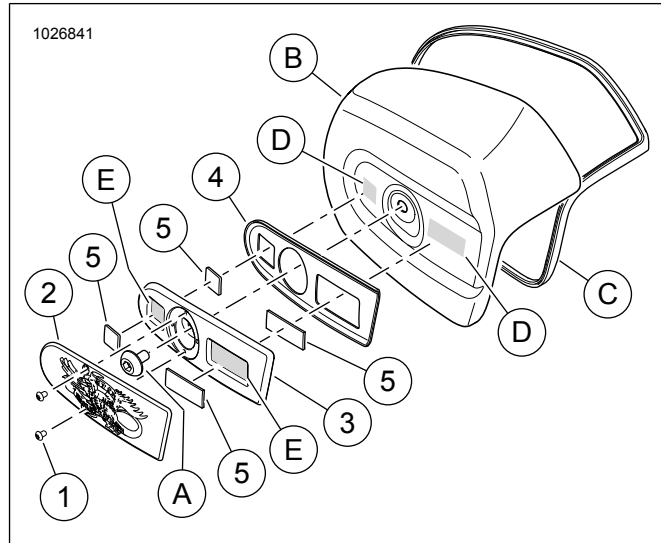
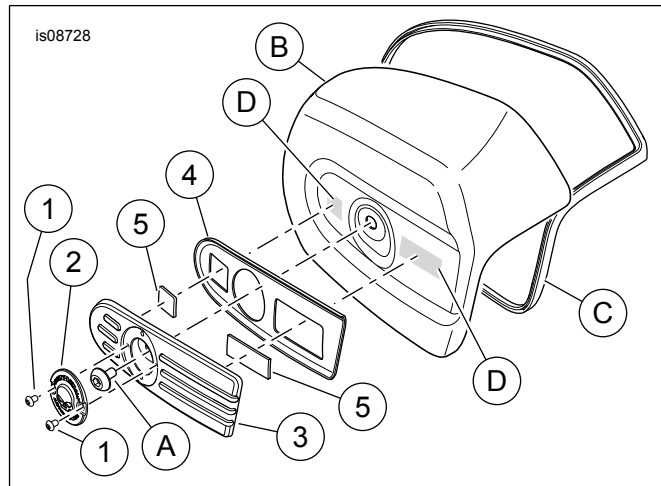
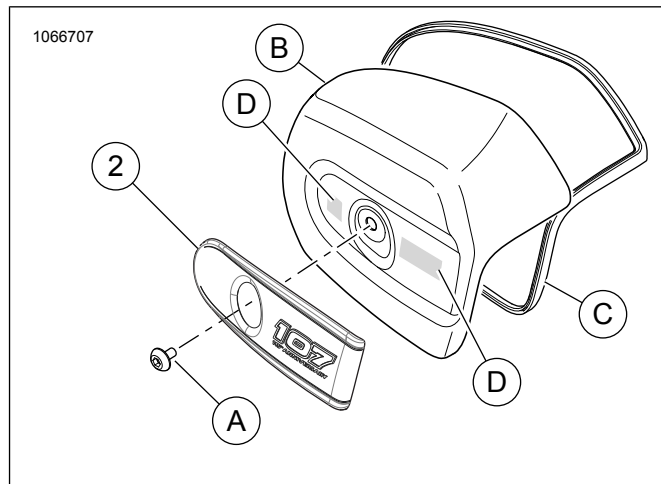

Figure 1. Pièces de rechange, Kit de garniture de filtre à air Live to Ride.
Figure 2. Pièces de rechange, Kits de garniture de filtre à air avec joints
Figure 3. Pièces de rechange, Kits de garniture de filtre à air sans joint
Voir Figure 1 , Figure 2 , Figure 3 et Tableau 1 .
1. Voir Figure 1 . Retirer la pièce insérée d'origine du couvercle de filtre à air.
- a. Introduire la lame fine d'un couteau à mastiquer entre la garniture (3) et le couvercle de filtre à air tout en tirant la garniture pour la séparer du couvercle.
*Voir Figure 3 . Sur l'insert sans joint, la vis d'origine (A) n'a pas à être retirée.*
1. Voir Figure 1 . Nettoyer soigneusement la surface (D) avec un mélange 50/50 d'alcool à friction et d'eau. Laisser sécher complètement.
2. Aligner le joint (4) à l'arrière de la plaque de garniture (3).
3. Laisser les deux moitiés d'accouplement de la fixation Dual Lock (5) sur la plaque de garniture. Retirer l'adhésif de protection du ruban sur la face exposée de chaque fixation.
1. Voir Figure 2 . Nettoyer soigneusement la surface (D) avec un mélange 50/50 d'alcool à friction et d'eau. Laisser sécher complètement.
2. Laisser (le cas échéant) les deux moitiés de la fixation Dual Lock (5) assemblées sur la plaque de garniture. Retirer l'adhésif de protection du ruban sur la face exposée de chaque fixation.
- Voir Figure 3 . Nettoyer soigneusement la surface (D) avec un mélange 50/50 d'alcool à friction et d'eau. Laisser sécher complètement.
- Retirer le ruban adhésif de protection des patins sur l'intérieur de l'ajout décoratif (2).
- Aligner visuellement l'ajout décoratif avec le couvercle (B). Appuyer fermement sur la zone de fixation (D) pour fixer. L'immobiliser pendant 30 secondes.